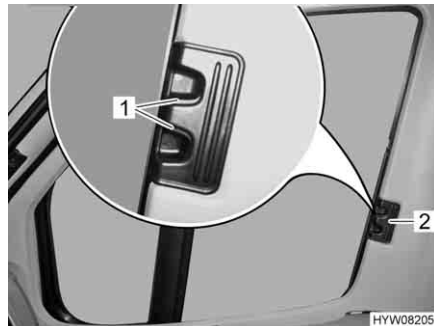

Fig. 75 Tendina oscurante pieghevole per il finestrino del conducente/passeggero
- Premere le maniglie di sbloccaggio (Fig. 75,1) e mantenerle premute.
- Con la levetta (Fig. 75,2) tirare le tendine oscuranti pieghevoli per il finestrino del guidatore e del passeggero verso l'altro lato della finestra e congiungerle alle strisce magnetiche.
- Inserire fino all'arresto le tendine oscuranti pieghevoli per il finestrino del guidatore e del passeggero per la maniglia (Fig. 75,2).
- Rilasciare le maniglie di sbloccaggio (Fig. 75,1) e mantenerle innestate.